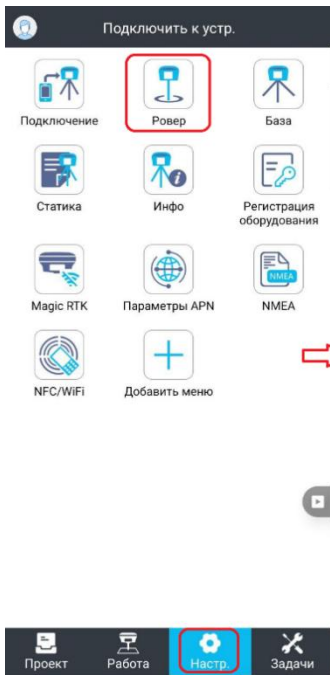

Рисунок 5.2.16
1. Перейдите в нижнее меню **Настройки** и нажмите на **Ровер** (Рисунок 5.2.16).